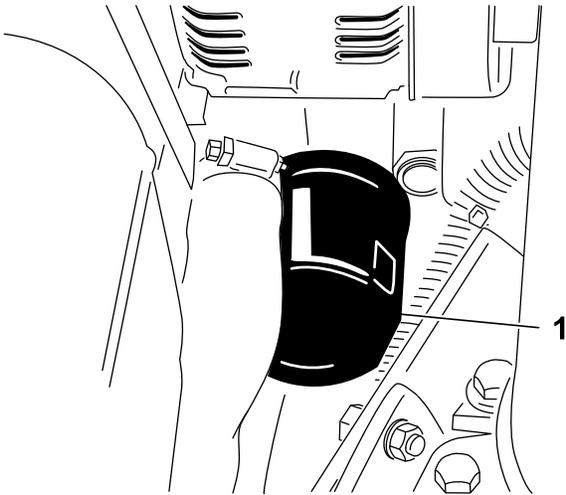

**Figura 47**
1. Retire cualquiera de los tapones de vaciado (Figura 47) y deje fluir el aceite en un recipiente apropiado. Cuando el aceite deje de fluir, coloque el tapón de vaciado.